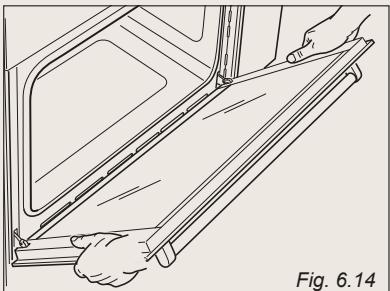

Fig. 6.14
- \* Tenez la porte (fig. 6.14).